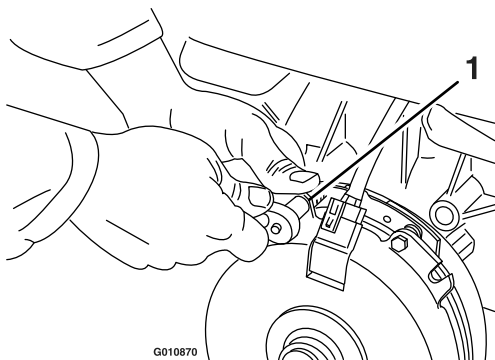

Figure 66
- A. Desserrez les boulons de fixation du frein d'un demi-tour à un tour complet, comme montré à la Figure 66.